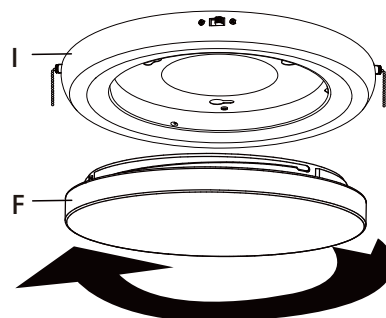

Figura 14
- Instale la pantalla de la lámpara (F) en la placa del kit de lámpara (I) girando suavemente en el sentido de las agujas del reloj y bloqueándola en su posición. (Figura 14)